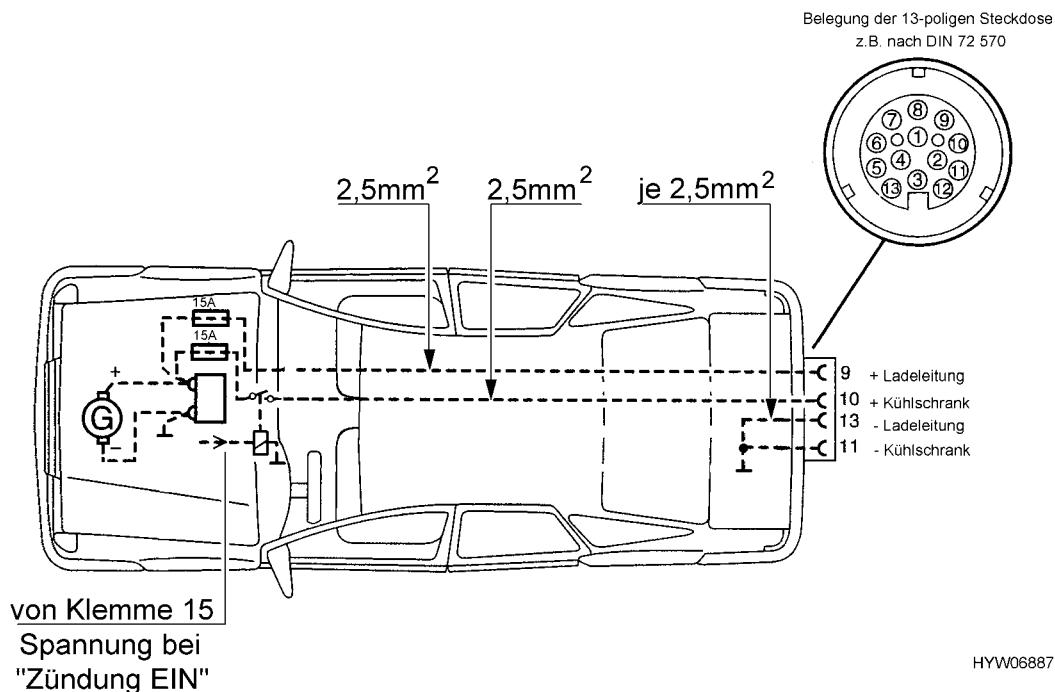

Bild 71 Zugwagen-Installationsplan
- ▷ Das Zugfahrzeug muß mit den entsprechenden Kabelquerschnitten nachgerüstet werden (siehe Bild 71).